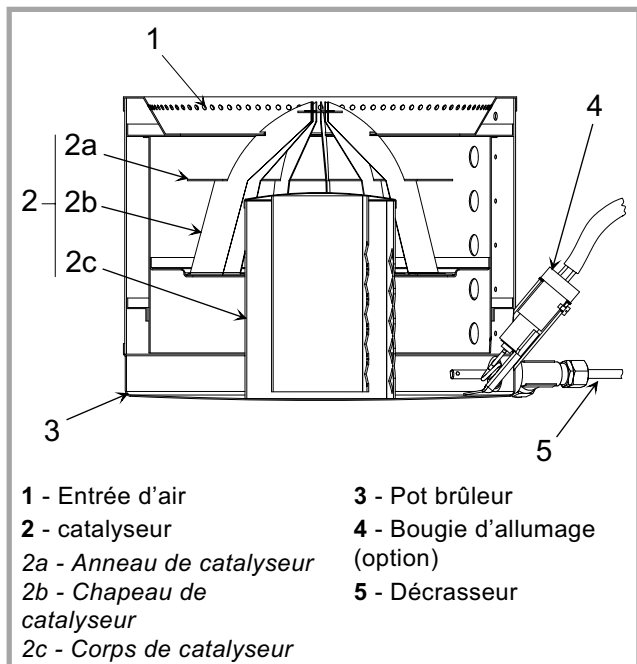
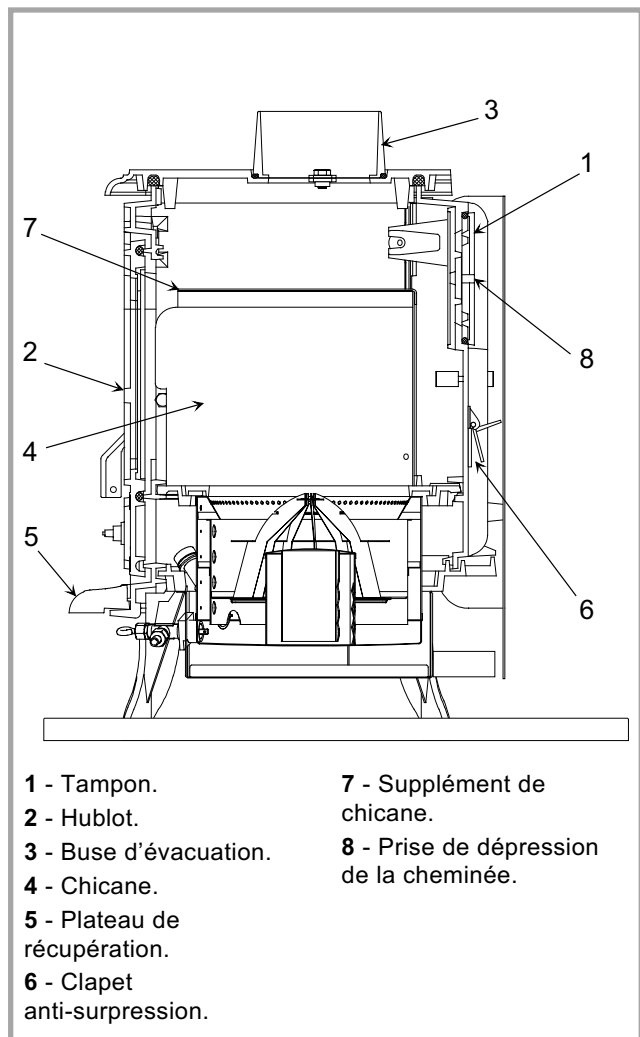

Figure 2 - Brûleur
Figure 4 - Coupe schématique
Le poêle est équipé d'un brûleur à vaporisation à tirage naturel (fig. 2). Le fioul est amené vers le fond du brûleur où il sera allumé, manuellement ou à l'aide d'un allumeur électrique (rep. 4). La chaleur produite par la flamme élève la température du brûleur à un niveau suffisant pour vaporiser le combustible. Le fioul brûlera uniquement à l'état gazeux et non liquide. L'air de combustion de la pièce passe dans le brûleur à travers les trous d'entrée d'air (rep. 1). Au centre du brûleur se trouve le catalyseur (rep. 2) qui permet au combustible de se vaporiser. Quand le poêle fonctionne, le catalyseur rougit. Le poêle ne doit pas être utilisé sans les 2 autres parties du catalyseur : le chapeau du catalyseur (rep. 2b) et l'anneau (rep. 2a).
Sur l'alimentation du brûleur se trouve une tige appelée décrasseur (rep. 5, fig. 2). Cette tige peut être enfoncée et tirée ainsi que mise en rotation, ceci pour maintenir l'intérieur du tuyau d'alimentation de combustible propre de tout dépôt charbonné.
- Ouvrir la porte vitrée et enlever la chicane et le supplément de chicane (rep. 4 et 7, fig. 4).
- Ouvrir la porte vitrée et enlever la chicane et le supplément de chicane (rep. 4 et 7, fig. 4, page 4).
Vérifier, que les joints d'étanchéité sont en bon état, que la porte ferme bien, que la vitre ne sont pas détériorées, que les pièces amovibles (chicane rep. 4 et 7, fig. 4, p. 4, catalyseur 2a, 2b et 2c, fig. 2, p. 4) sont à leur place respective.
- dépression de la cheminée (rep. 8, fig. 4, p. 4),